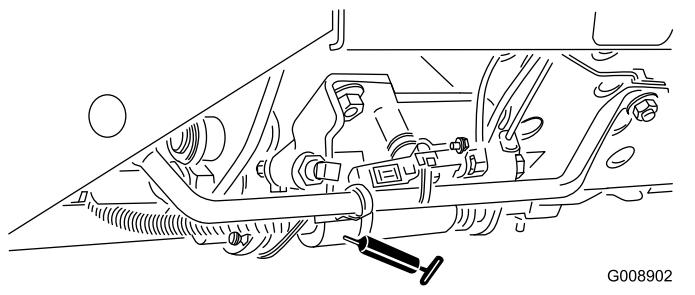

Figure 40
- Sélecteur de tonte/transport (Figure 40)